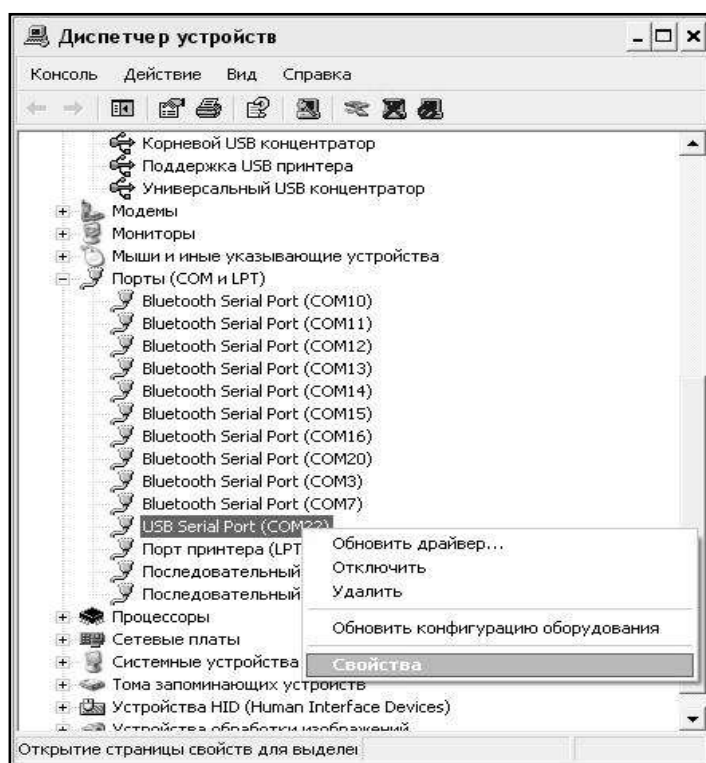

Рисунок 2.5 - Окно диспетчера устройств
- найти строку «USB Serial Port (COM№)», в скобках указан номер СОМ-порта, если номер в скобках «1», то настройка завершена и ничего менять не нужно, если номер не «1», то необходимо вызвать окно свойств «USB Serial Port (COM №)» (правой клавишей мыши щелкнуть по строке USB Serial Port (COM №) и выбрать пункт меню «Свойства») (см. рис. 2.5), перейти на вкладку «Параметры Окна».